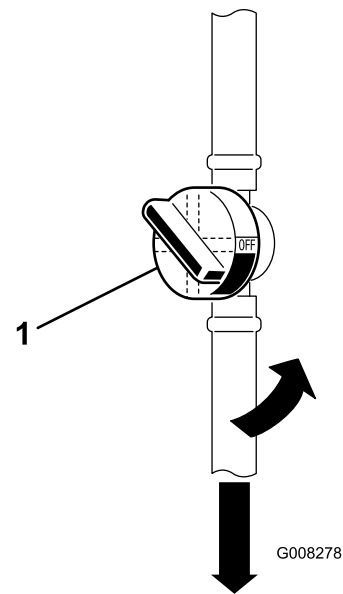

Bild 28
6. Schließen Sie den Kraftstoffhahn (Bild 28).